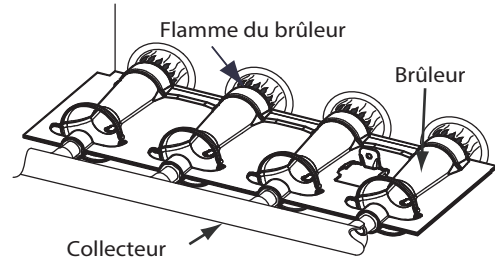

Fig. 64 – Flamme du brûleur
- i. Lorsque vous aurez obtenu l'admission appropriée, remplacez le capuchon qui masque les vis de réglage du régulateur. La flamme du brûleur principal doit être d'un bleu clair, presque transparent (consultez la Fig. 64).